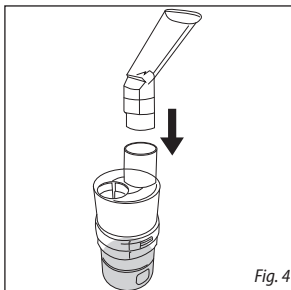

Fig. 4
5. Asegure la boquilla seleccionada a la tapa del nebulizador, tomando cuidado para no derramar la medicación en la taza, Fig 4.